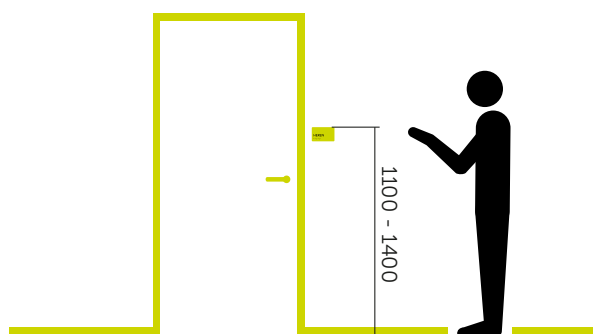

fig 35 Tactiele informatie naast de deur aan de kant van de deurgreep is ook leesbaar als de deur openstaat.
- De ruimte is "leesbaar" voor mensen met een zichtbeperking door plinten en deurlijsten in een contrastkleur uit te voeren. (fig 35)
- Een tactiel informatiebord voor de oriëntatie naast de deur aan de kant van de deurgreep plaatsen. De informatie is ook zichtbaar als de deur open staat. (fig 35)
- Plaatsing van tactiele informatie op een vertikaal vlak tussen 1100 en 1400 mm vanaf de vloer. (fig 35)